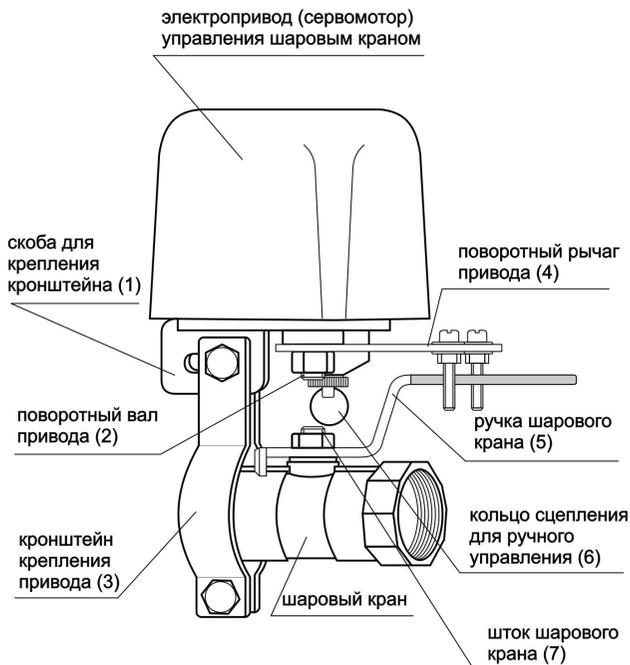

Рис. 3.
Выполните монтаж электропривода при помощи кронштейна (3) рис. 3, который необходимо закрепить к трубе около шарового крана с противоположной стороны от ручки шарового крана. Ручка шарового крана размещается вдоль поворотного рычага электропривода, винты М4/1 и М4/2 открутите полностью.